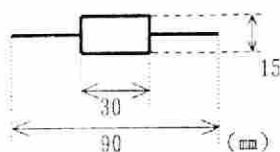

図5 回転子の大きさ
- (1) エナメル線を縦15mm横30mmの矩計に10回巻き、両端を回転軸にするようにして巻き付け、両側に30mm出す。（軸）（図5）
- (2) 30mm出した軸の片側は紙やすりですべてのエナメルをはがし、もう片側は、上半分だけエナメルをはがす。
- (3) フィルムケースのふたと底に穴をあけ、ゼムクリップをはさみ、アルミニウム管（はとめ）で止める。
- (4) (1) の回転子をケースの中に入れ、両面接着テープでフェライト磁石をフィルムケースの外側につける。